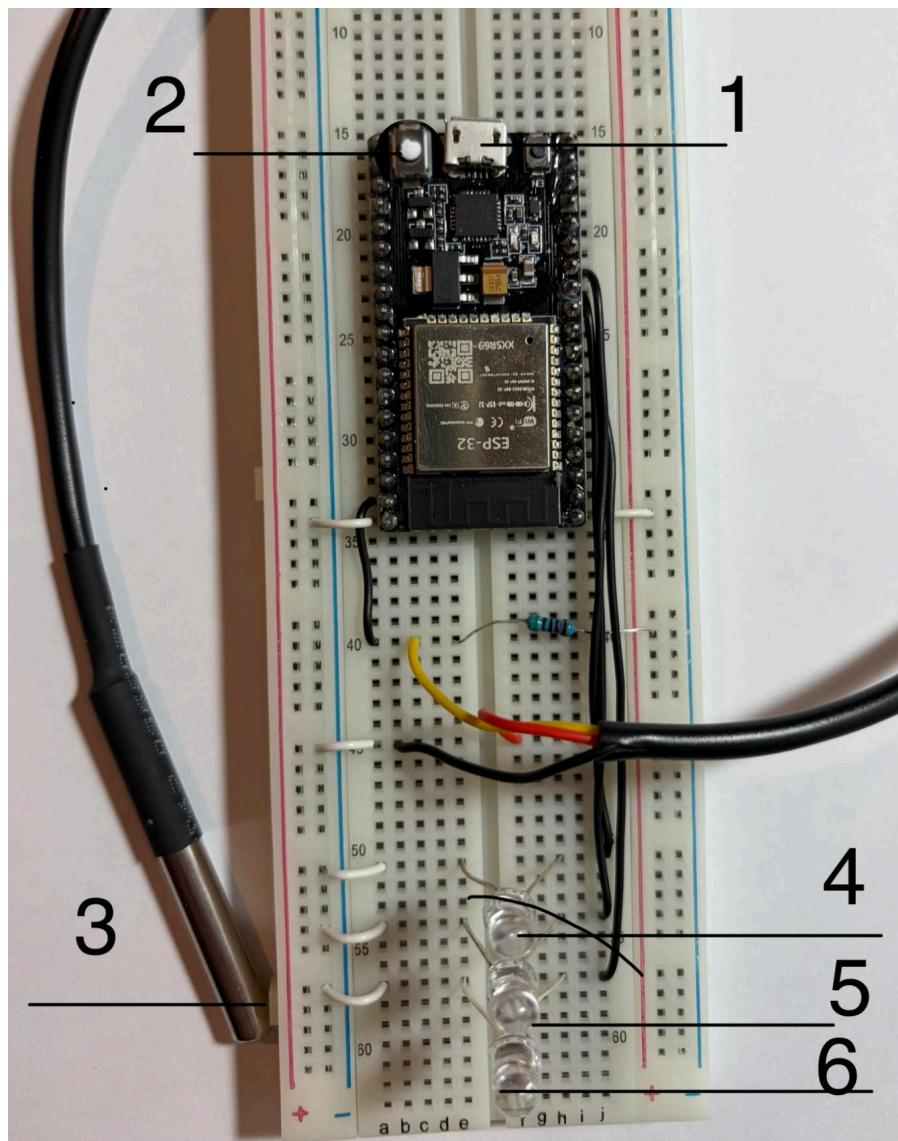

Imagen 1. Elementos del dispositivo de medición.
3. Presione el botón de comienzo de la medición (botón blanco, 2 en la imagen 1) para que la medición de temperatura comience.
4. Para una medición correcta, la punta del sensor de temperatura (3) debe encontrarse sumergida completamente.
- El sensor de temperatura (nº 3 en la imagen 1) debe ser tratado con cuidado, ante esfuerzos o tirones puede desconectarse y el dispositivo funcionar de manera errónea o dejar de funcionar el dispositivo en su totalidad.